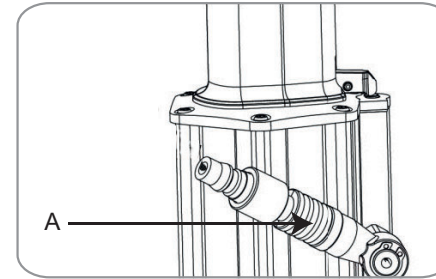

Fig. 3
Como indicamos en la Fig. 3, el mando (A) nos permite poner en funcionamiento la remachadora y el sistema de succión. Recuerde que mientras está en funcionamiento la succión observará que hay circulación de aire a través de la remachadora. Mientras no utilice la remachadora puede interrumpir la circulación de aire mediante el mando (A)